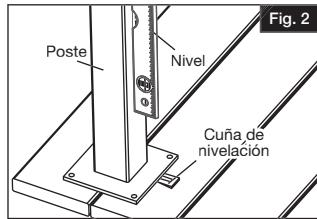
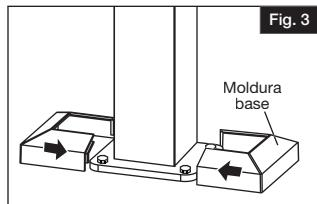

Fig. 2
Fig. 3
- Aplomar y nivelar los postes mediante el uso de cuñas (se venden por separado) (Fig. 2). Fijar los postes en su lugar con los sujetadores adecuados (se venden por separado) e instalar la moldura base en cada poste (Fig. 3).
- Instalar las secciones de la moldura base alrededor del poste. Tomar un lado de la moldura base e insertar tapones de plástico en los agujeros de la parte inferior. Tomar la segunda mitad de la moldura base y encajarla en la primera mitad (Fig. 3).
- Apretar los tornillos e instalar las secciones de la moldura base alrededor del poste. Tomar un lado de la moldura base e insertar tapones de plástico en los agujeros de la parte inferior. Tomar la segunda mitad de la moldura base y encajarla en la primera mitad (Fig. 3).